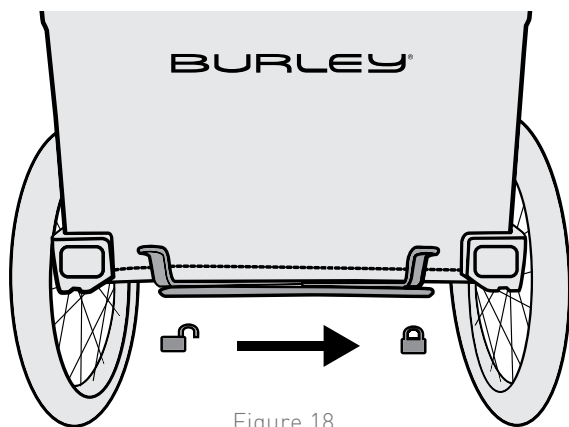

Figure 18
1. Faites glisser le levier sur la droite (Figure 18). Pour relâcher le frein, faites glisser le levier vers la gauche.